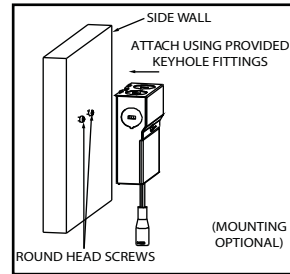

Figure 5 / Figura 5 / Schéma 5
5. Place remote driver box thru the cut-out hole. If remote driver box need to be attached, use provided keyhole fittings on the back of the box to hang it using round head screw (not included). (Figure 5)
5. Placez le boîtier de la télécommande dans le trou découpé. Si le boîtier de télécommande doit être fixé, utilisez les supports en trou de serrure fournis à l'arrière du boîtier pour l'accrocher à l'aide d'une vis à tête ronde (non incluse). (Figure 5)